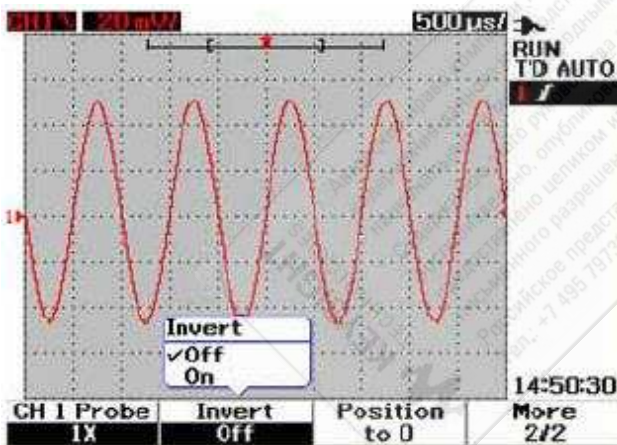

Рис. 3-10 Осциллограмма до инвертирования
Функция Invert инвертирует осциллограмму относительно "земляного" уровня, как показано на рис. 3-10 и 3-11. После инвертирования остается неизменным уровень запуска по вертикали, поэтому не требуется изменение уровня запуска для наблюдения инвертированного сигнала.
2. На странице 2/2 субменю каждого канала вы можете включить (On) или выключить (Off) инвертирование нажатием функциональной клавиши F2. Вид осциллограммы до и после инвертирования проиллюстрирован на рис. 3-10 и 3-11.